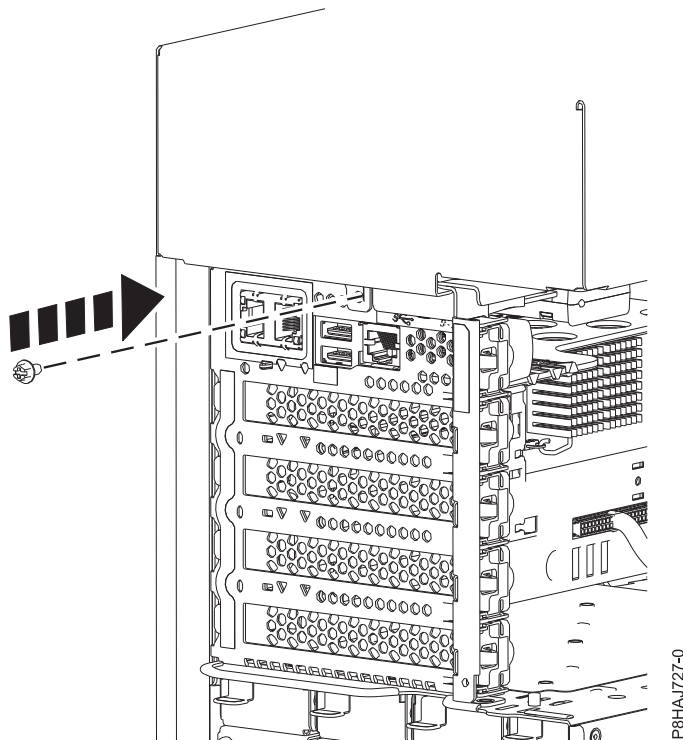

Figura 87. Colocación del tornillo de la cubierta lateral de 8286-41A
5. Ponga el tornillo posterior de la cubierta lateral con un destornillador de estrella, tal como se muestra en la Figura 87 en la página 114.